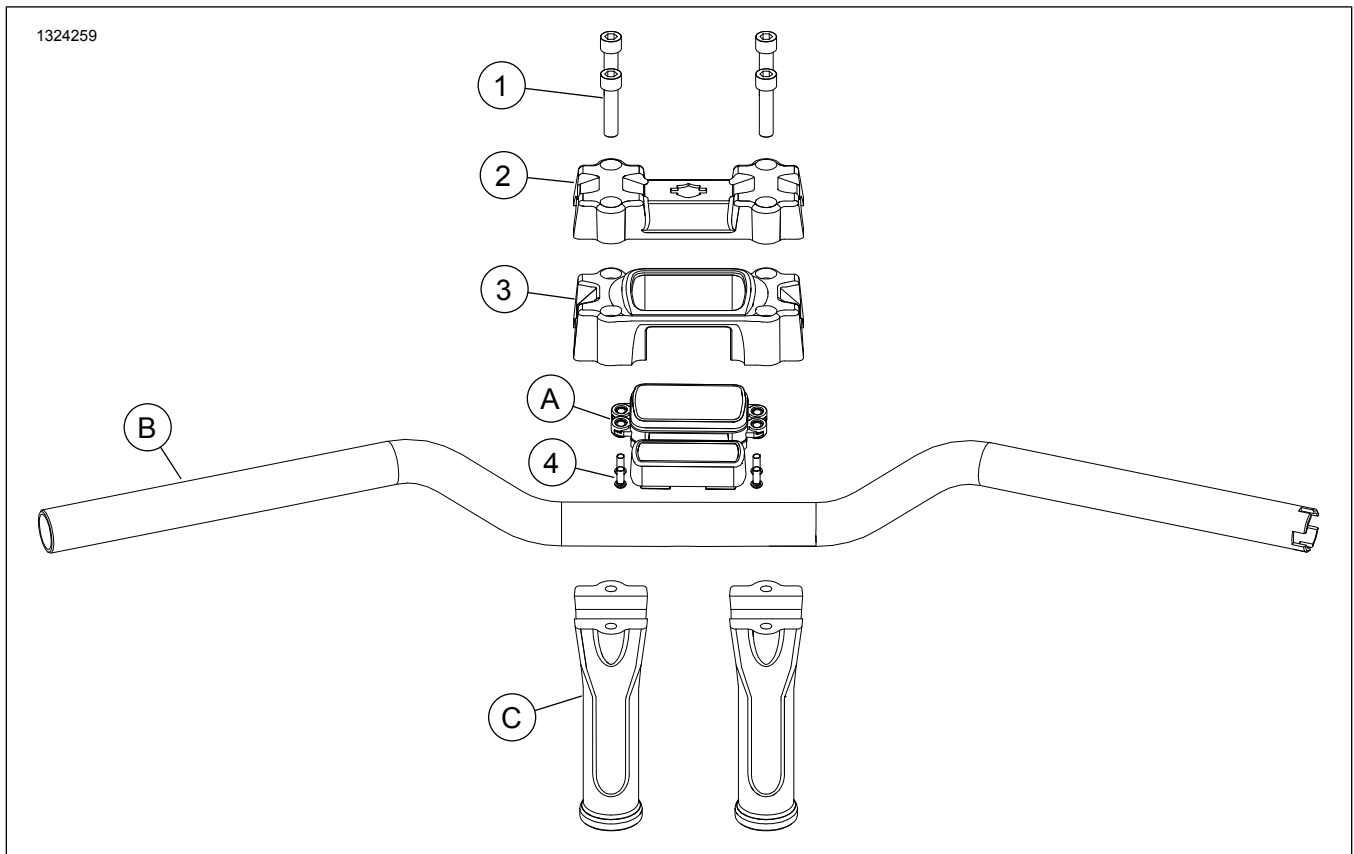

Figure 1. Liste des pièces de rechange : Kits de bride
- Voir la Figure 1. Retirez la vis d'origine (1) et la bride supérieure d'origine des rehausseurs (C) et jetez-les.
- Pour l'installation de la bride de jauge (3) du module d'instruments de bord numérique, consultez le module d'installation.
- Centrez le guidon (B) sur les rehausseurs (C). Vérifiez que les zones moletés du côté extérieur de chaque rehausseur sont égales.
- Réglez le guidon (B) à la position désirée.
- Installez les vis à tête creuse à l'avant (1). Serrer.
Voir la Figure 1. Installez le module d'instruments de bord.